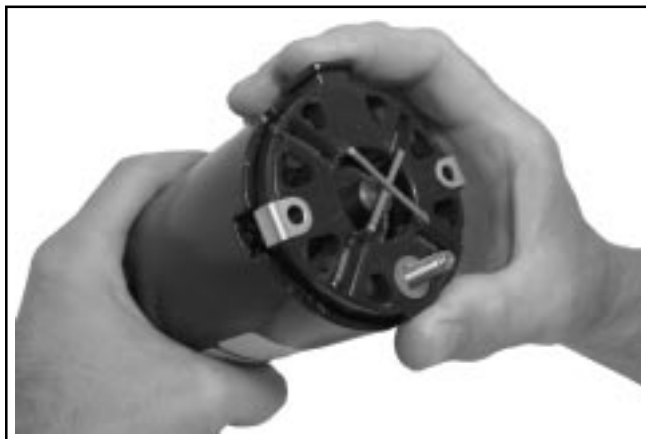

Figure 7-21. Installation du support de balais à l'aide d'agrafes.
- Maintenir le support des balais avec la borne positive du câble des balais **vers le haut**. Aligner les sections moulées sur les découpes correspondantes sur le corps de démarreur et glisser l'unité de support des balais en place. Le commutateur pousse les agrafes vers l'extérieur quand l'unité des balais est insérée. Voir la Figure 7-21.